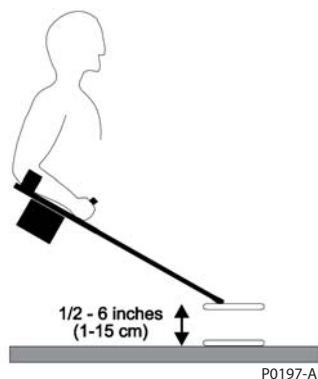

Figure 17 - Compensation
- j) Baissez et levez successivement la tête de détection au dessus du sol, afin que le système de compensation d'effets de sol automatique s'initialise. Continuez à bouger la tête de détection jusqu'à ce que le seuil d'accord se stabilise et que tout signal lié à l'effet de sol disparaisse (voir figure 17).